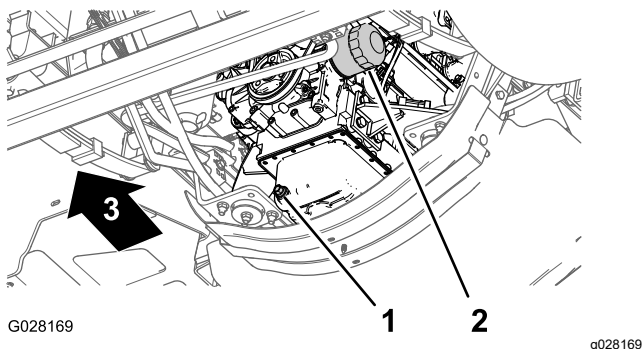

Figura 67
3. Coloque un recipiente de drenaje debajo del filtro de aceite del motor (Figura 67).
4. Retire el filtro de aceite usado (Figura 67).
8. Instale el filtro de aceite en el adaptador de filtro, gire el filtro de aceite en sentido horario hasta que la junta de goma entre en contacto con el adaptador del filtro, luego apriete el filtro media vuelta más (Figura 67).
1. Coloque un recipiente debajo del tapón de vaciado (Figura 67).
2. Retire el tapón de vaciado (Figura 67) y deje que el aceite se drene completamente.